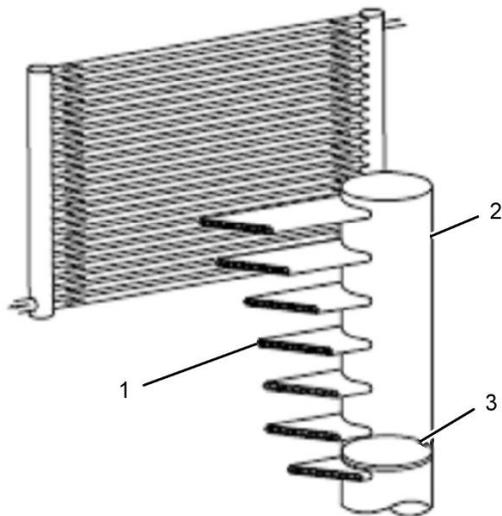

Рисунок 1
(1) Многоканальная экструдированная труба
(2) Коллектор
(3) Дефлектор коллектора
8. Замените змеевики конденсатора с параллельными или несколькими потоками. В качестве примера см. рис. 1. Змеевики конденсатора с параллельными или несколькими потоками обладают узкими протоками. Тщательное вымывание грязи из этих протоков представляет сложность. Невыполнение требования по замене подобных змеевиков может привести к снижению охлаждающей способности воздушного кондиционера и к преждевременному выходу из строя компрессора.